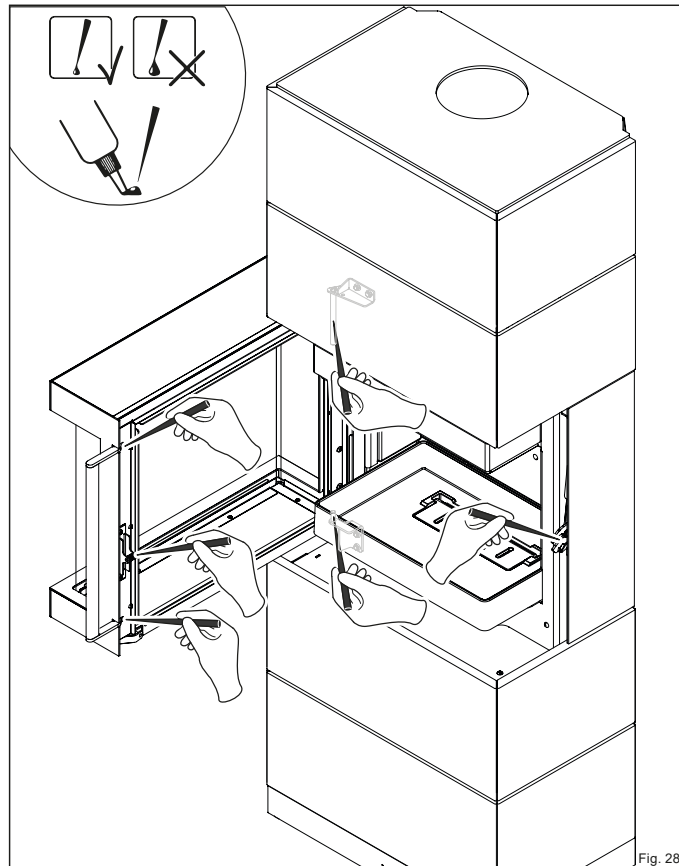

Fig. 28
- ▶ Lubrifiez les points avec la graisse spéciale de la Startbox (Fig. 28).